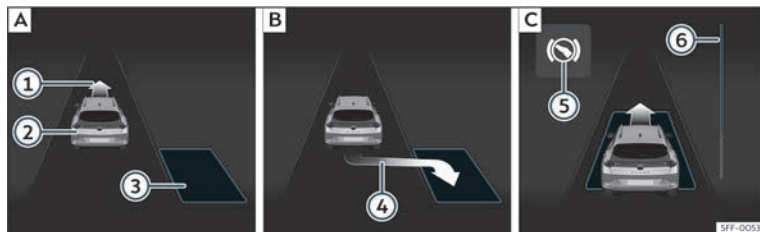
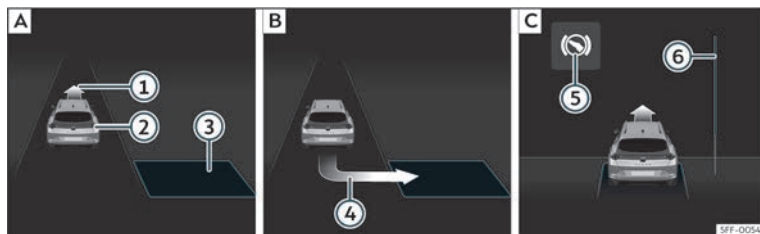

Fig. 191 Na pantalla do cadro de instrumentos:aparcarse en liña. **[A]** Atopar un espazo de aparcamento. **[B]** Posición para aparcarse. **[C]** Manobrar.
Fig. 192 Na pantalla do cadro de instrumentos:aparcarse en batería. **[A]** Atopar un espazo de aparcamento. **[B]** Posición para aparcarse. **[C]** Manobrar.
- Mire na visualización da pantalla do cadro de instrumentos se detecta o espazo como “axeitado” e se alcanzou a posición correcta para aparcarse» **fig. 191 [B]** ou» **fig. 192 [B]**. O espazo considerase “axeitado” se na
• Retroceda ata que soe o sinal continuo do ParkPilot; **OU BEN:** retroceda ata que na pantalla do cadro de instrumentos apareza a indicación de dar marcha adiante»» **fig. 191** [C] ou»» **fig. 192** [C]; **OU BEN:** retroceda ata que na pantalla do cadro de instrumentos apareza a mensaxe **Park Assist finalizado**. A barra de progreso ⑥ indica a distancia a percorrer»» páx. 292.
• Prema o pedal do freo ata que o sistema de aparcamento asistido complete os xiros do volante; **OU BEN:** ata que se apague o símbolo ⑤ na pantalla do cadro de instrumentos.
• Vaia marcha adiante ata que soe o sinal continuo do ParkPilot; **OU BEN:** vaia marcha adiante ata que na pantalla do cadro de instrumentos apareza a indicación de dar marcha atrás. O sistema de aparcamento asistido dirixe o vehículo marcha adiante e marcha atrás ata centralo no espazo»» **fig. 191** [C] ou»» **fig. 192** [C].
A barra de progreso »» **fig. 191** ⑥ e»» **fig. 192** ⑥ amosa simbolicamente na pantalla do cadro de instrumentos a distancia relativa que aínda se vai percorrer. Canto maior sexa a distancia, máis chea está a barra de progreso. Ao circular marcha adiante, o contido da barra de progreso diminúe cara arriba e, ao circular marcha atrás, diminúe cara abaixo.